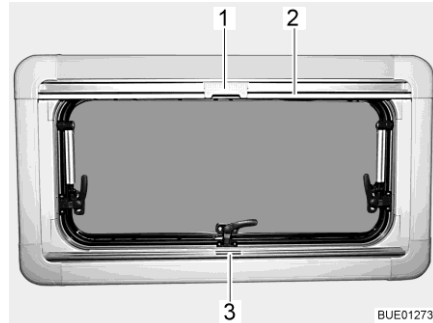
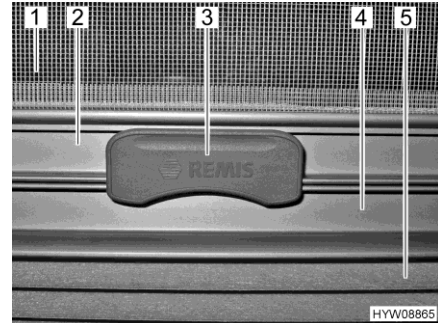

Bild 15 Ausstellfenster
Bild 16 Raste
Die faltverdunklung (Bild 16,5) befindet sich im unteren Rollokasten.
- faltverdunklung in der Mitte der Griffleiste (Bild 15,3 und Bild 16,4) fassen, von unten nach oben ziehen und auf der gewünschten Höhe loslassen. Die faltverdunklung bleibt in dieser Höhe stehen.
Das Insektenschutzrollo (Bild 16,1) befindet sich im oberen Rollokasten.
- Insektenschutzrollo an der Griffleiste (Bild 15,2 und Bild 16,2) nach unten ziehen, bis es an der Griffleiste der faltverdunklung (Bild 16,4) anstößt.
- Raste (Bild 15,1 und Bild 16,3) am Insektenschutzrollo mit der Griffleiste der faltverdunklung verriegeln. Wenn die Raste verriegelt ist, können faltverdunklung und Insektenschutzrollo gemeinsam verstellt werden.
- Raste (Bild 16,3) am Insektenschutzrollo oben drücken.
- Insektenschutzrollo an der Griffleiste (Bild 15,2) langsam zurückführen.